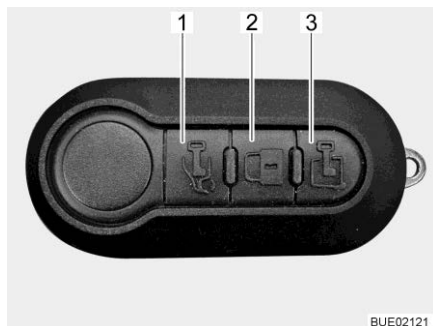

Fig. 53 Mando a distancia multifuncional (3 teclas)
- Pulsar la tecla  (Fig. 53,1) una vez brevemente. La puerta del conductor está desbloqueada.
- Pulsar la tecla  (Fig. 53,3) una vez brevemente. La puerta de entrada está desbloqueada.
- Pulsar la tecla  (Fig. 53,2) una vez brevemente. Todas las puertas están bloqueadas.